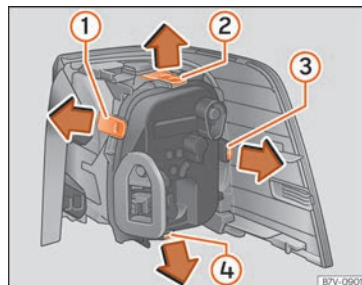

**Fig. 71** Grupo óptico trasero en la carrocería: desmontaje del portalámparas.
- Para desbloquear el portalámparas, presione las lengüetas de bloqueo » **fig. 71** **1** a **4** en el sentido de la flecha.